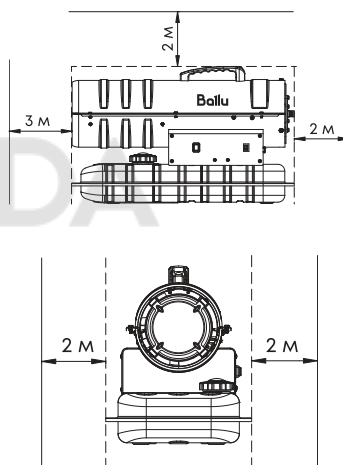

Рис. 4. Безопасные дистанции
ХОЛОДНЫЙ ПУСК: во время запуска при низкой температуре закрыть вентиляционное отверстие воздуха (см. рис. 4) пальцем, чтобы облегчить запуск.
- Не приближать лицо к нагревающей части после включения, соблюдать дистанцию не менее 3 метров от выпускной трубы горячего воздуха, не менее 2 метров сверху, не менее 2 метров справа и слева (см. Рис. 4);